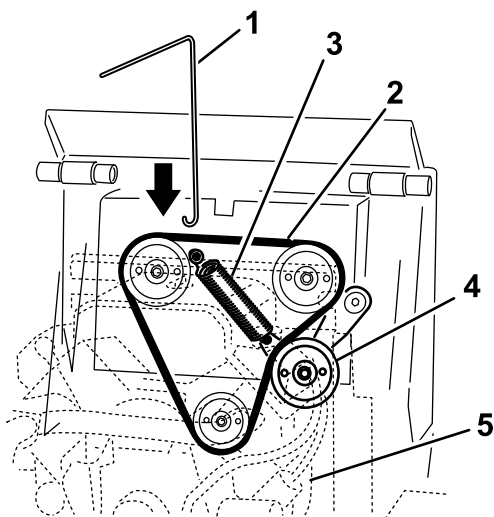

Рисунок 46
3. Прикрепите крючок к съемнику пружин, чтобы зацепить пружину промежуточного шкива, и отсоедините пружину от шпильки, как показано на Рисунок 46.